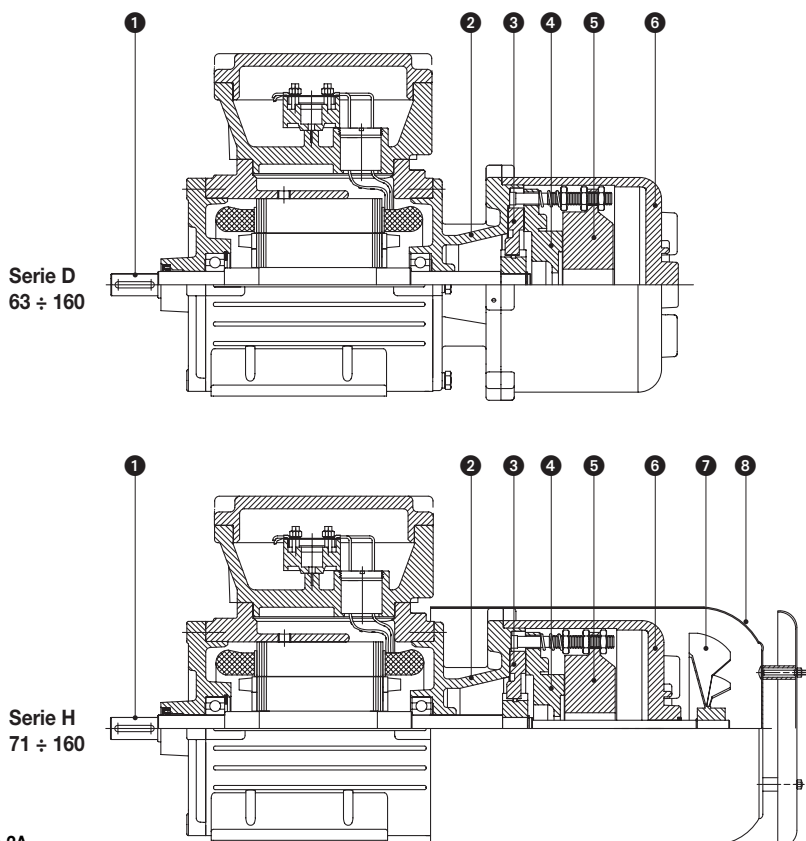

Figura 2A
Para los motores autoventilados (Serie H) (Figura 2A) desmonte la cubierta del ventilador ⑧ desenroscando los tornillos de fijación y extraiga el ventilador ⑦.